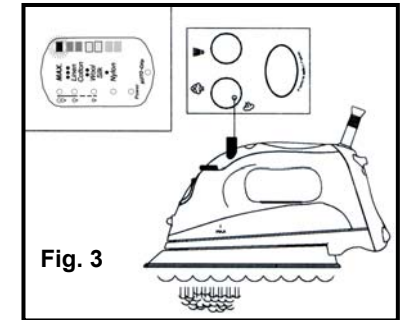

Fig. 3
3. Gire el botón para vapor a la graduación mínima (Fig. 3).